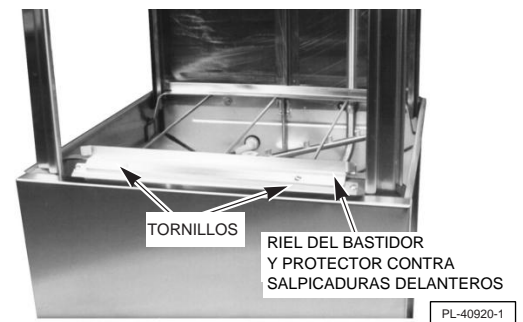

Fig. 1
1. Extraiga los dos tornillos que fijan el riel del bastidor y el protector contra salpicaduras delanteros (Fig. 1) y extraiga el riel del bastidor y el protector contra salpicaduras delanteros. Vuelva a ensamblar el riel del bastidor y el protector contra salpicaduras. Para ello, vuelva a colocar los dos tornillos y las dos tuercas en los mismos orificios de montaje de donde se extrajeron.